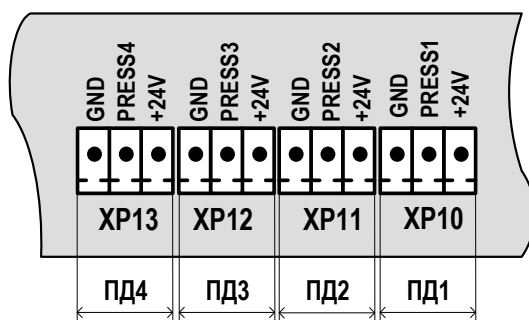

Рис.16. Обозначение коммутационных элементов подключения ПД.
6.5.4.1. Входы каналов давления 1...4 предназначены для подключения преобразователей давления, имеющих унифицированный токовый сигнал в диапазоне 0–5, 0–20 или 4–20 мА. Обозначение коммутационных элементов для подключения ПД показано на рис.16.